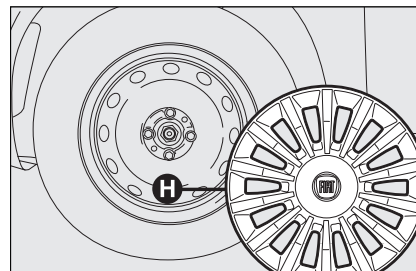

Рис. 4
- снимите колпак **H**, см., **рис. 4** с колеса (для модификаций со стальными штампованными дисками) или удалите крышку ступицы (для модификаций с дисками из легкого сплава)